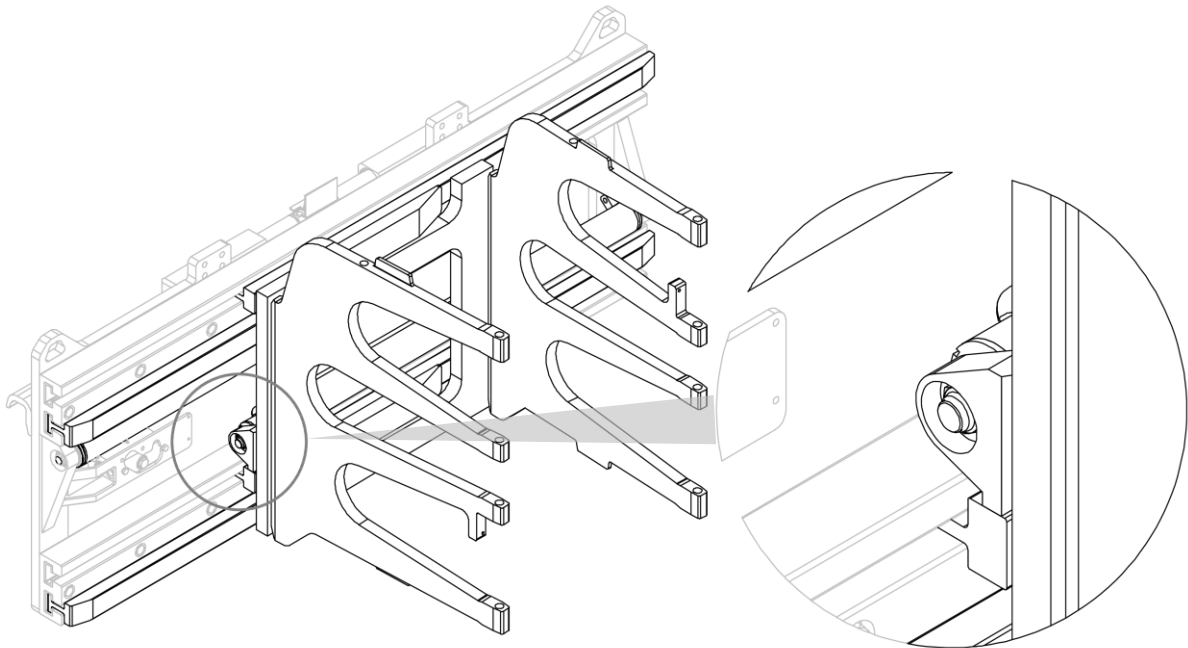
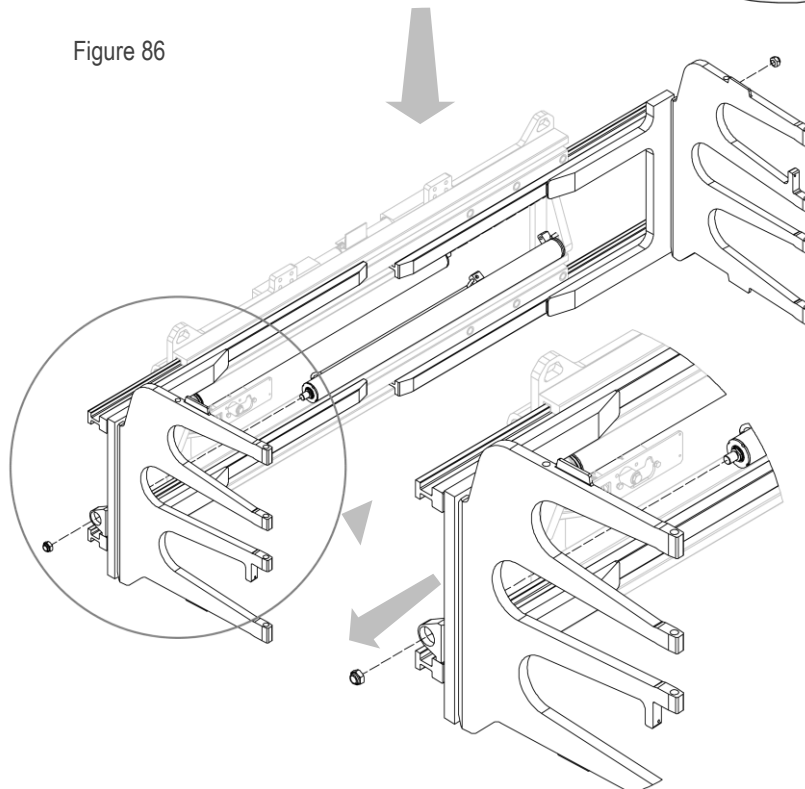

Figure 86
Figure 87
3. Retirer, une à la fois, les fourches de leur logement après avoir enlevé les écrous qui les fixent aux vérins (voir *Figure 86* et *Figure 87*).